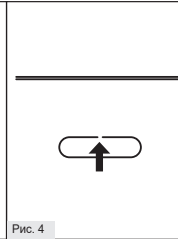

Рис. 4
- Для установки освободите намеченные отверстия на задней поверхности светильника от металлических заглушек (Рис. 4).